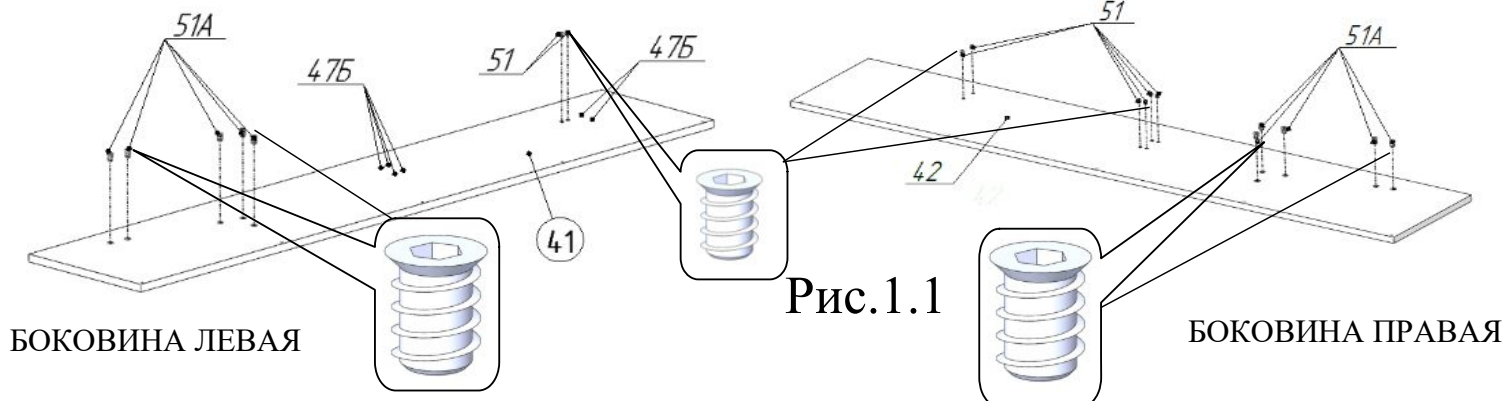
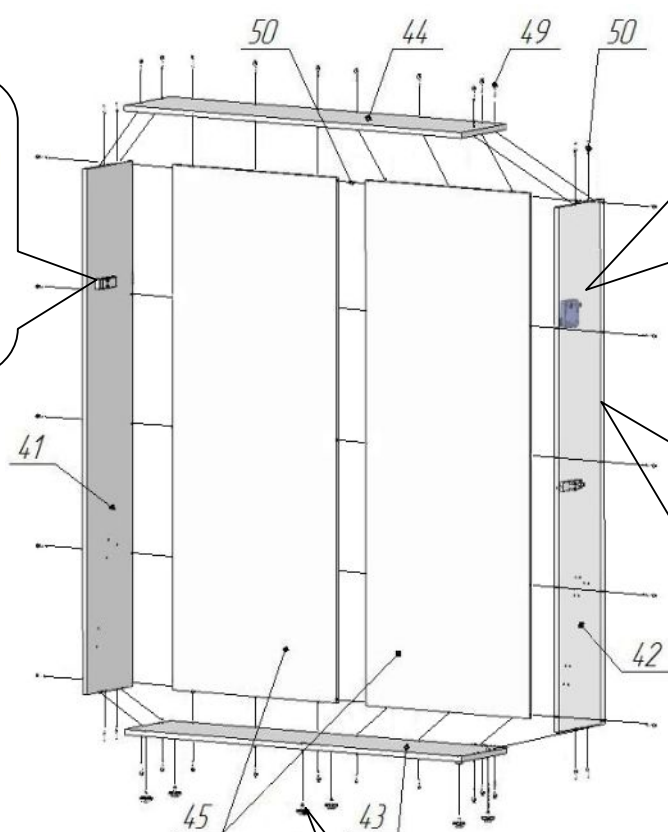

Рис.1.1
Рис.1.2
Установить в боковины поз.41, 42 футорки поз.51,51А, используя шестигранные ключи 6мм и 8мм (рис.1.1). Завинчивание футорок производить до совпадения торцев с плоскостью боковин поз.41,42. Установить заглушки поз.47Б в неиспользуемые отверстия в соответствии с рис. 1.1. Состыковать стенки задние поз.45 между собой, используя шканты поз.50. Собрать вокруг стенок задних поз.45 боковины поз.41, 42 и панели поз.43, 44 в соответствии с рис.1.2, используя шканты поз.50 и винты-конфирматы поз.49. Установить на головки винтов-конфирматов поз.49 заглушки поз.47А.
10. Поднять раму кровати в вертикальное положение. Надавливанием на верхние углы рамы в горизонтальном направлении, добиться одинаковых зазоров слева и справа между рамой и боковинами короба поз.41,42 (рис.1.2).
В случае, если поверхность щита декоративного поз.40 в закрытом (НАЖАТОМ ДО ЩЕЛЧКА МЕХАНИЗМА) вертикальном положении совпадает с кромками боковин поз.41,42 (рис.1.2), регулировка механизма не требуется. Можно провести его окончательное закрепление саморезами поз.112 и 113, подложив под саморез поз.113 гайку поз.119 (рис.10.1, 10.2). Надеть на гайку колпачок поз.122. В зависимости от стороны, с которой установлен механизм фиксации поз.105, саморезы расположить в соответствии с рисунками 10.1 или 10.2.